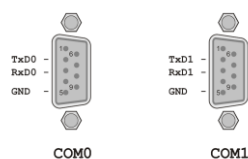

Рис. 9.44
3) Порты RS232 (рисунок 9.44). Последовательный интерфейс. Выходы сигнала временного кода в соответствии со спецификацией